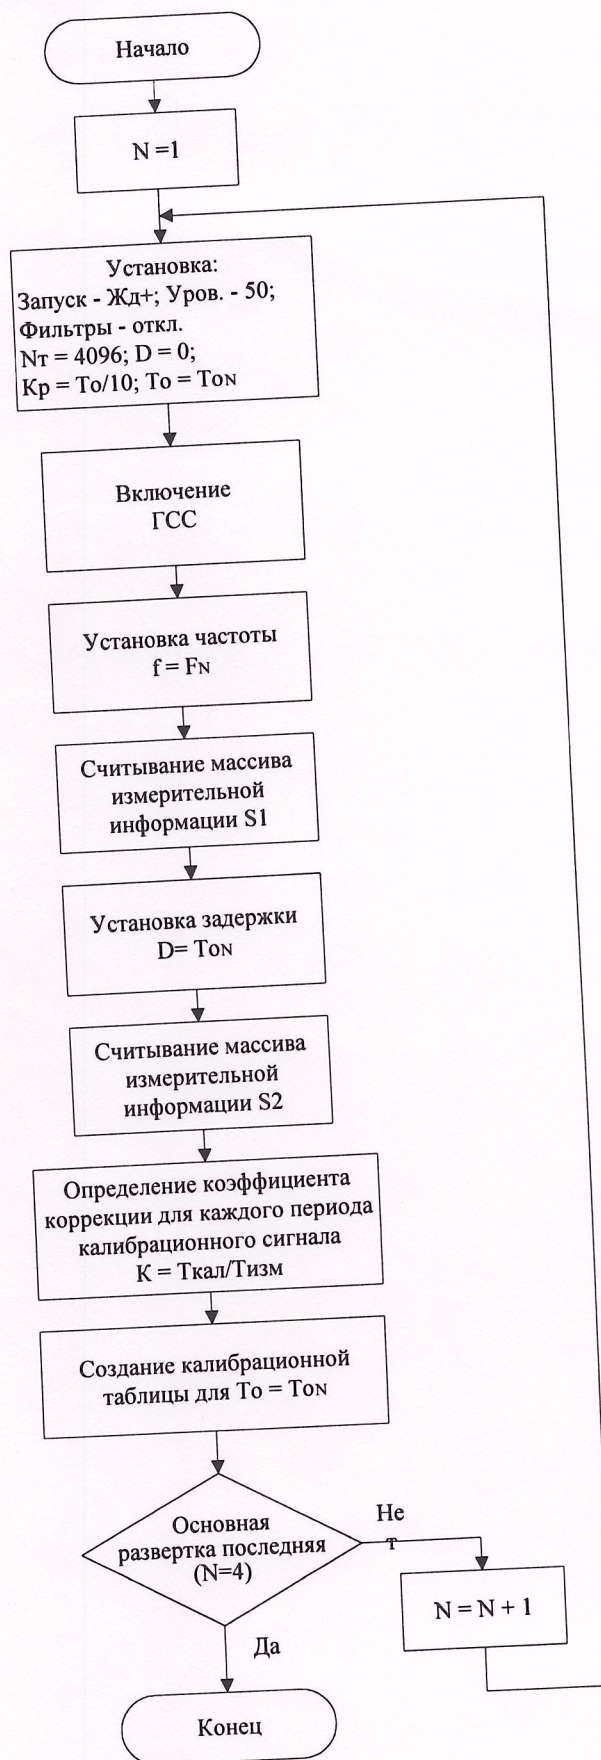

рис.2.1
2.2. Блок-схема алгоритма Х-калибровки на всем диапазоне приведена на рис.2.1.